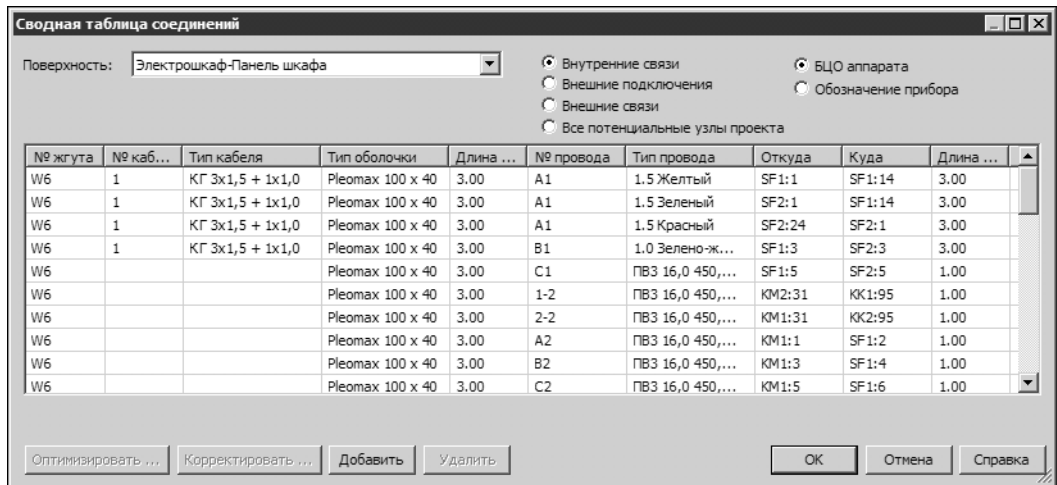

Рис. 25.1. Диалог **Сводная таблица соединений**
2. Из контекстного меню вызовите команду **Таблица соединений**. На экране откроется диалог **Сводная таблица соединений** (рис. 25.1). Элементы управления диалога представлены в табл. 25.1.
При выборе опции **Внутренние связи** в **Сводной таблице соединений** (рис. 25.1 на с. 435) можно посмотреть и отредактировать внутренние связи проекта, отдельной поверхности или связи введенные пользователем. Для каждой связи в таблице отображаются: маркировка жгута, номер и тип кабеля, длина и тип оболочки жгута, маркировка и тип провода, трасса соединений аппаратов, длина проводящего элемента потенциального узла.